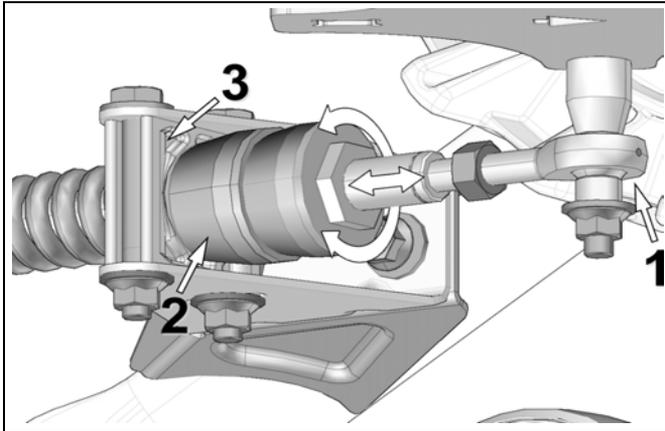

Figure 16
- Ajuster la longueur de l'embout à rotule (1) en tournant l'écrou au bras stabilisateur jusqu'à ce que le cône de caoutchouc (2) entre légèrement en contact avec le support pivotant (3). Voir la Figure 16.